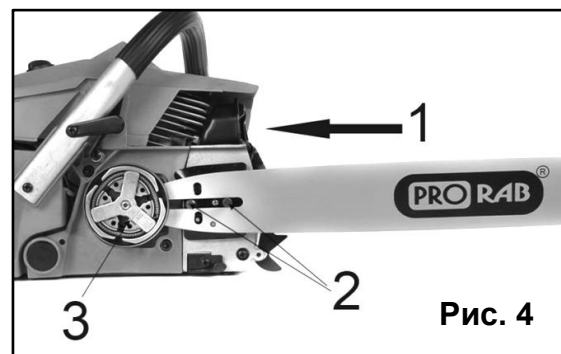

Рис. 4
- Установите пазовую часть пильной шины (1) на шинные болты (2). Передвигайте шину за муфту сцепления (3) до тех пор, пока она не остановится (Рис. 4).